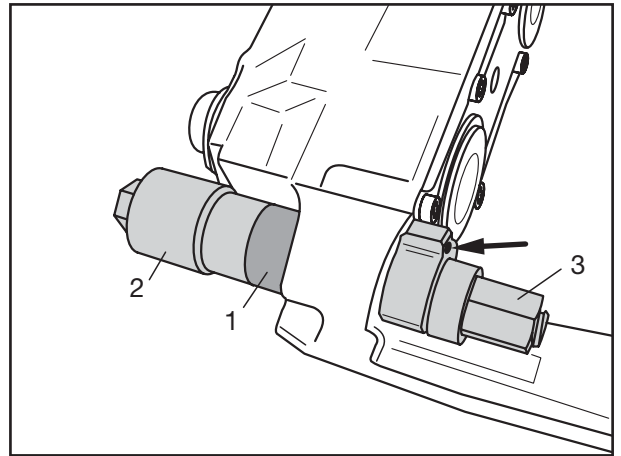

Fig. 15
- [41] Choisir une rondelle (1) appropriée pour chasser le manchon de guidage (Ø 35 ou Ø 39 en fonction de l'exécution).
- [42] Appliquer l'outil d'emmanchement/d'extraction (réf. BPW 02.0130.59.00) sur l'étrier de frein. Serrer légèrement l'écrou (2) à la main.
- [43] En maintenant l'écrou au moyen d'une clé polygonale, extraire la douille de guidage au moyen d'un outil approprié (3).
- [45] Neue Führungshülse (1) in das Werkzeug (2) einführen.
- [47] Werkzeug mit Führungshülse (wie in Fig. 15 gezeigt) am Bremssattel ansetzen.
- [48] Mutter (3) leicht mit der Hand anziehen.
- [45] Insert a new guide sleeve (1) into the tool (2).
- [47] Position the tool and guide sleeve on the brake caliper (as shown in Fig. 15).
- [48] Tighten the nut (3) lightly by hand.
- [53] Rub the inside and outside of the guide sleeve (2) with **Renolit HLT2**.
- [45] Introduire la douille de guidage (1) neuve dans l'outil (2).
- [47] Appliquer l'outil muni de la douille de guidage (comme indiqué sur la Fig. 15) sur l'étrier de frein.
- [48] Serrer légèrement l'écrou (3) à la main.